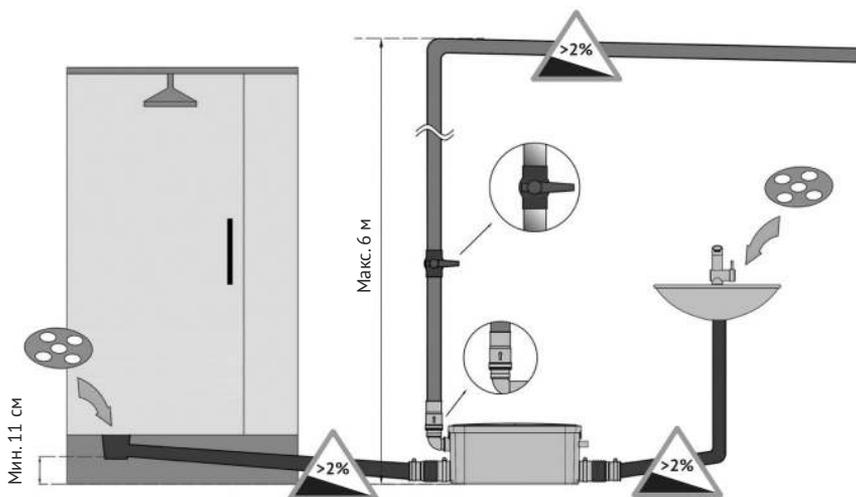

Рисунок 6 – Подключение сантехнических приборов и напорного трубопровода к КНС
Диаметр канализационных труб, использующихся для отвода стоков от сантехнических приборов, должен быть не менее диаметра боковых входов (40 мм). Горизонтальные участки труб должны иметь уклон не менее 2 % в сторону насосной станции (см. рисунок 6).
При присоединении к станции душевой кабины, расстояние от сливного отверстия поддона кабины до поверхности, на которой установлена станция, должно быть не менее 11 см (см. рисунок 6).
Рекомендуется выполнять соединения на трубопроводе неразъемными, что повысит надежность системы. Важно также предусмотреть шаровой запорный кран на напорном трубопроводе, чтобы упростить процесс обслуживания и демонтажа КНС (см. рисунок 6).
- горизонтальные участки должны иметь уклон не менее 2 %, т.е. на каждый метр по горизонтали труба поднимается на 2 см по вертикали (см. рисунок 6);